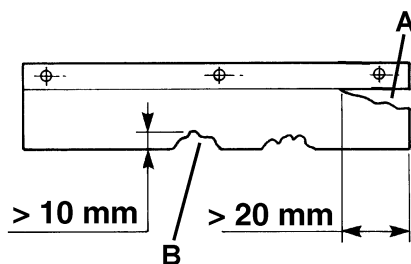

Abbildung 13
3. Prüfen, dass die Seitenflaps (13 und 14) unversehrt sind. Die Flaps bei Schnitten von mehr als 20 mm (A, Abb. 13) oder Durchbrüchen/Durchrissen von mehr als 10 mm (B) ersetzen (zum Flaps-Ersetzen, siehe die Service-Anleitung).
15. Die Flaps bei Schnitten von mehr als 20 mm (A, Abb. 13) oder Durchbrüchen/Durchrissen von mehr als 10 mm (B) ersetzen (zum Flaps-Ersetzen, siehe die Service-Anleitung).